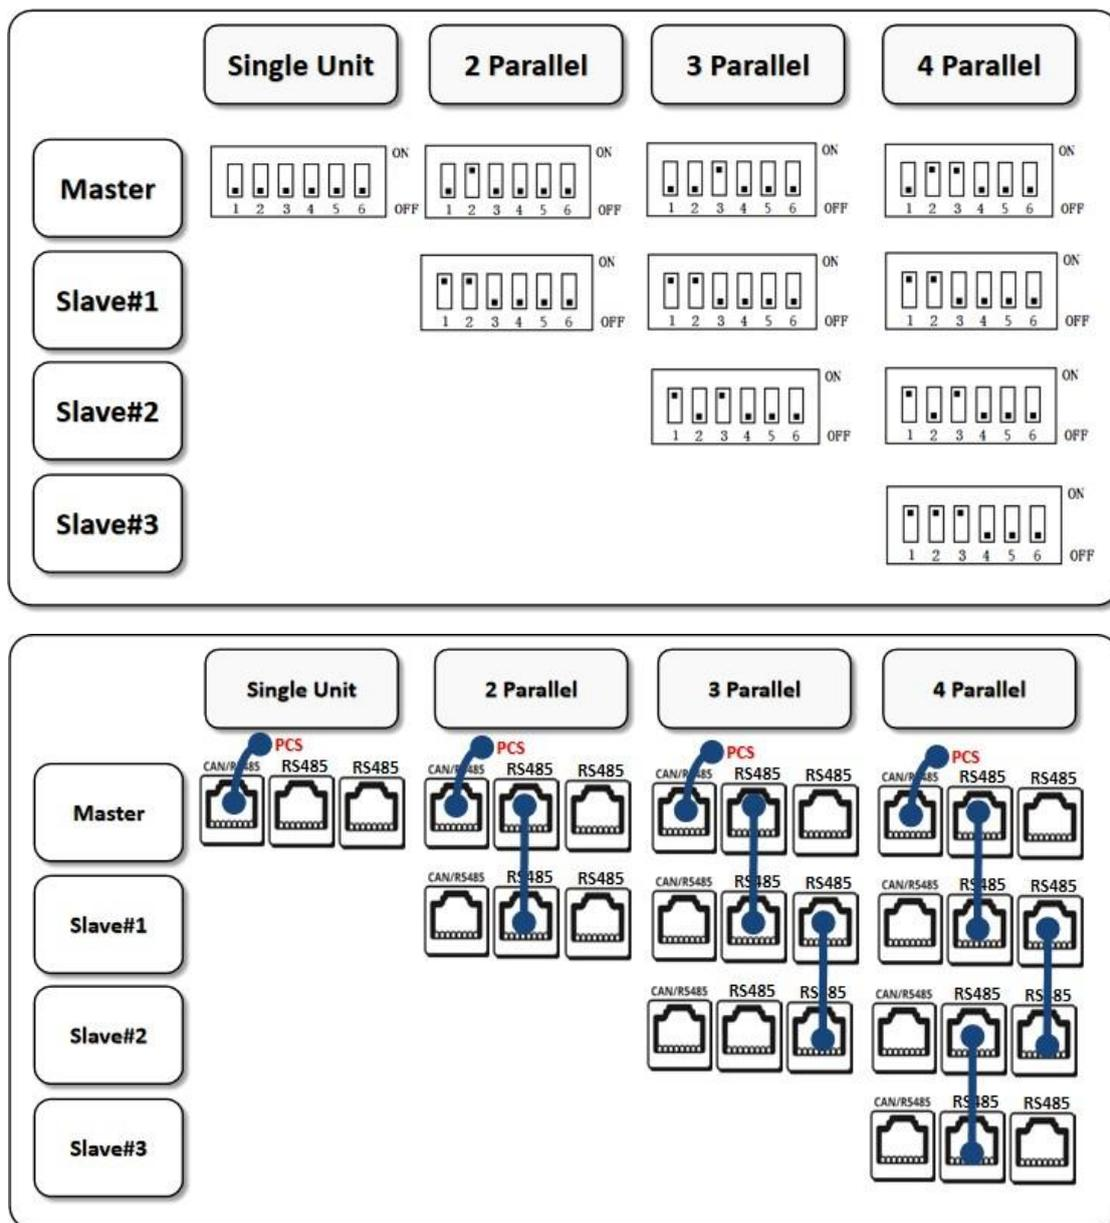

Fig. 5.4.2- Collegamento della porta di comunicazione
2. Impostare il codice del quadrante. Fare riferimento alla Fig. 5.4.2.